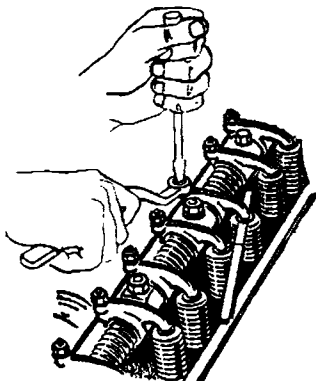

Рис. 3-3. Регулировка клапанов
- ▲ ослабить контргайку регулировочного винта (рис. 3-3);